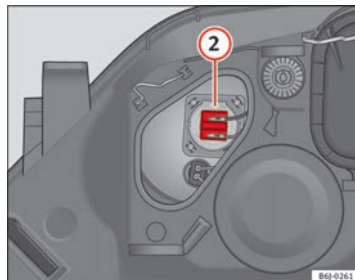

Fig. 151 Luz de carretera
- Extraiga el conector ⇒ fig. 151 ② tirando hacia afuera.